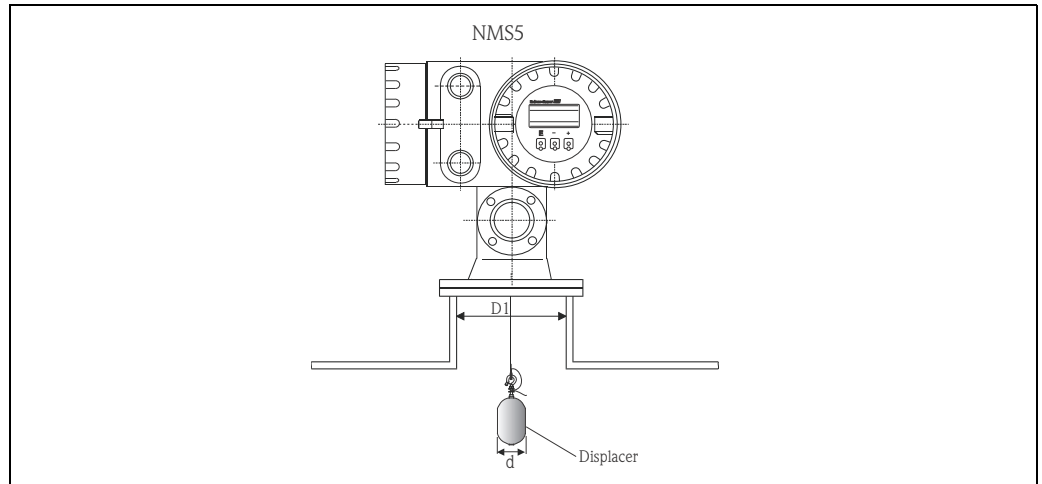

Figure 17 : Montage sans système guide
2. Fixer les ressorts [3] à la plaque de réduction [2] (voir figure 17).